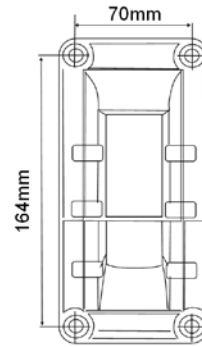

Abb. 2
3. Benutzen Sie die Montagekonsole als Schablone zum Markieren der Position der Schrauben und bohren Sie vier Löcher in die Wand (Abb. 2)